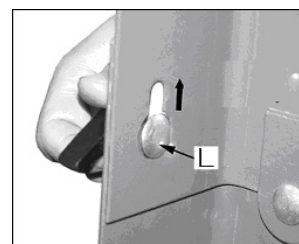

Рис. 4
- Закрепите винты с круглой головкой (L, Рис. 4) в шлице с помощью барашковой гайки.